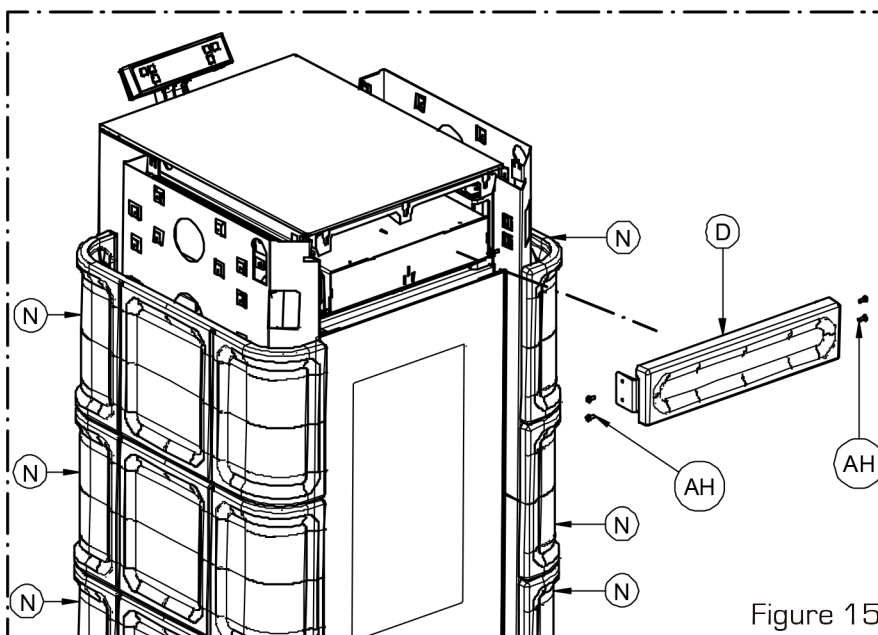

Figure 15
- Fixer la céramique frontale supérieure D avec les vis AH (Figure 15)